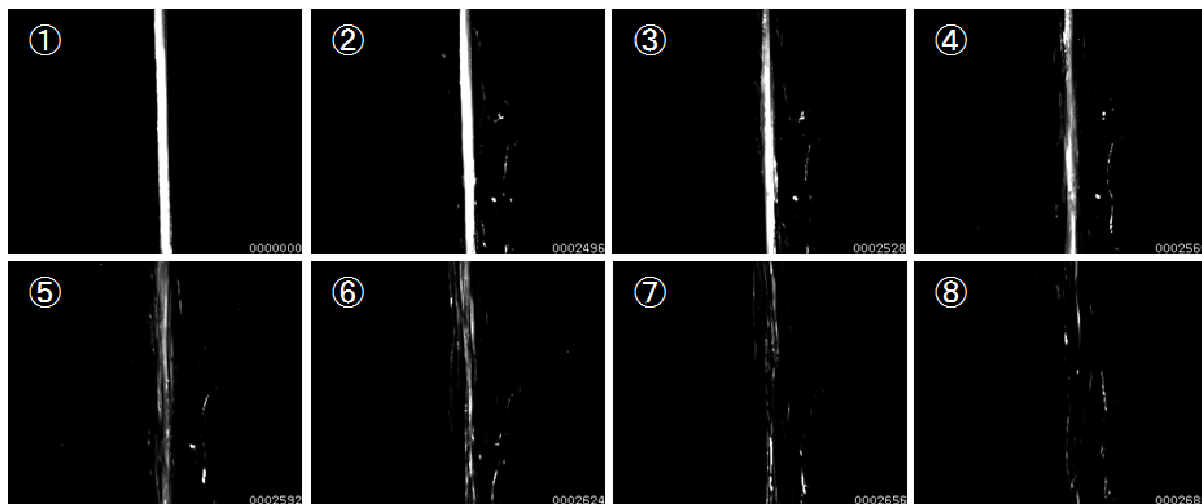

Fig.4 ポリプロピレン繊維の破断時の様子 (撮影速度: 32000fps)
撮影速度は、32000 コマ/sec とし、得られた画像一部を Fig.4 に掲げます。Fig.4 において、画像は撮影開始時(トリガ後 1 コマ目)のもの、①～⑧は試料の